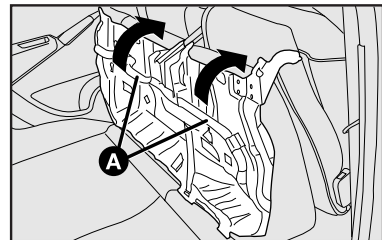

fig. 105
6) Incline hacia adelante el asiento trasero completo **fig. 105** de manera que se obtenga una superficie de carga única.
1) Empuje hacia atrás el asiento trasero completo **A-fig. 105**.